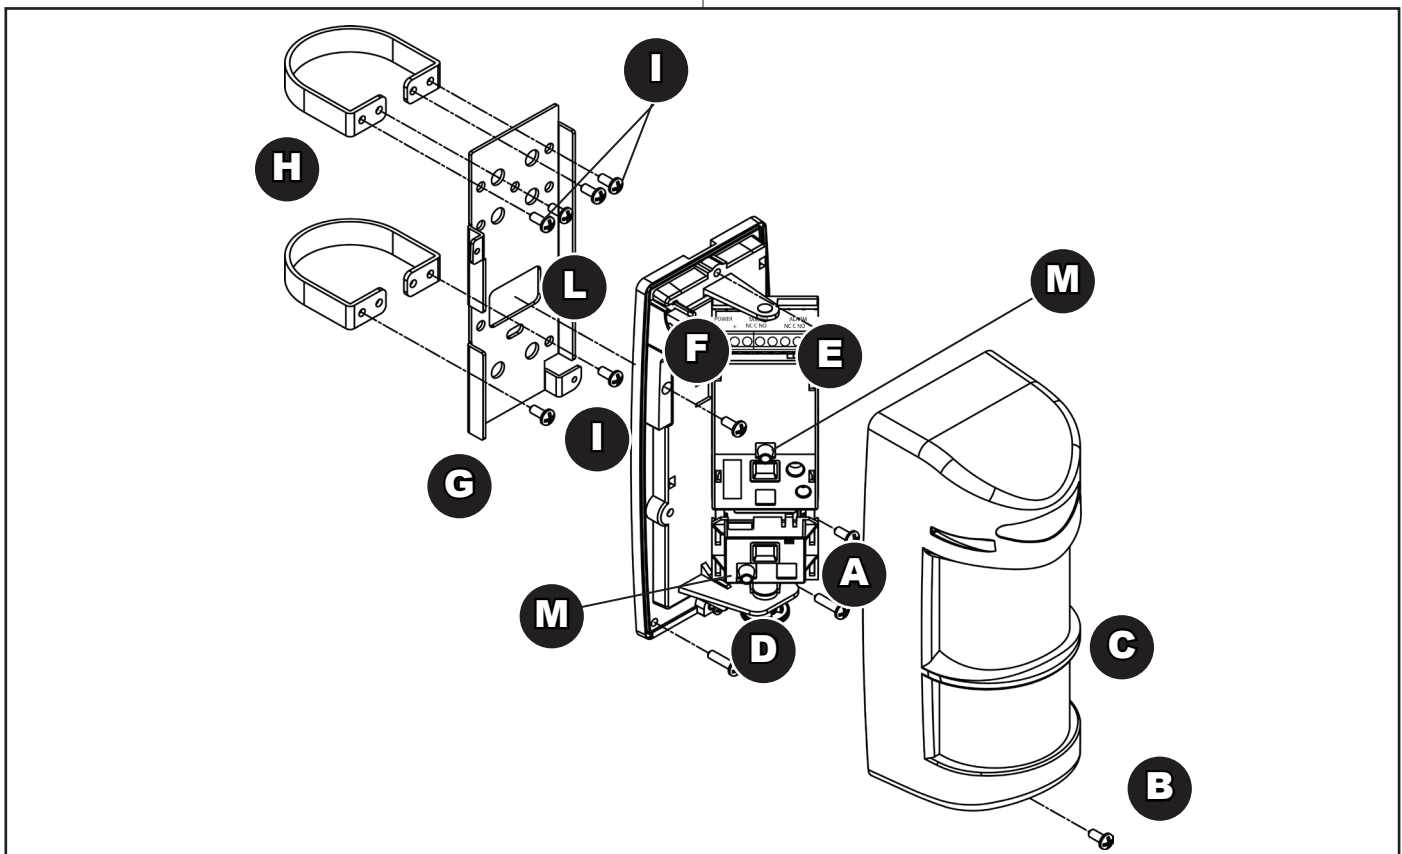
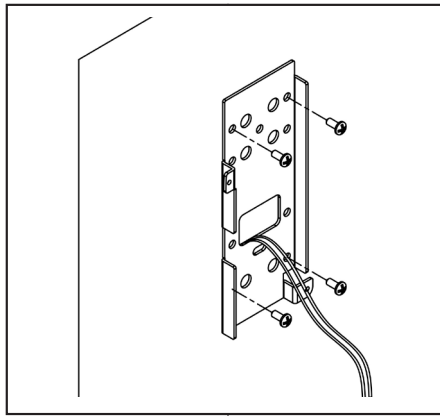

Fig. 2
Fig. 4
- Svitare la vite **B** (fig. 2) e levare il coperchio con lente
- Fissare l'unità rilevatore ad innesto (vedi fig. 6) sulla staffa ed avvitare le due viti **A** (fig. 2), avendo cura di passare il cavo dei collegamenti come riportato nelle fig. 4 e 5.
- Effettuare le regolazioni del rilevatore agendo sul pomello di regolazione del PIR 2 (inferiore), Applicare il coperchio con lente fissandolo con la vite **B** (fig. 2).
- Unscrew the **B** (fig. 2) screw and remove the front cover with lens.
- Screw up the detector (see fig. 6) on the support using the 2 provided screws **A** (fig. 2) passing through the connection cable as shown in the figures 4 and 5.
- Mount the front cover fixing it with screw **B** (see fig. 2).